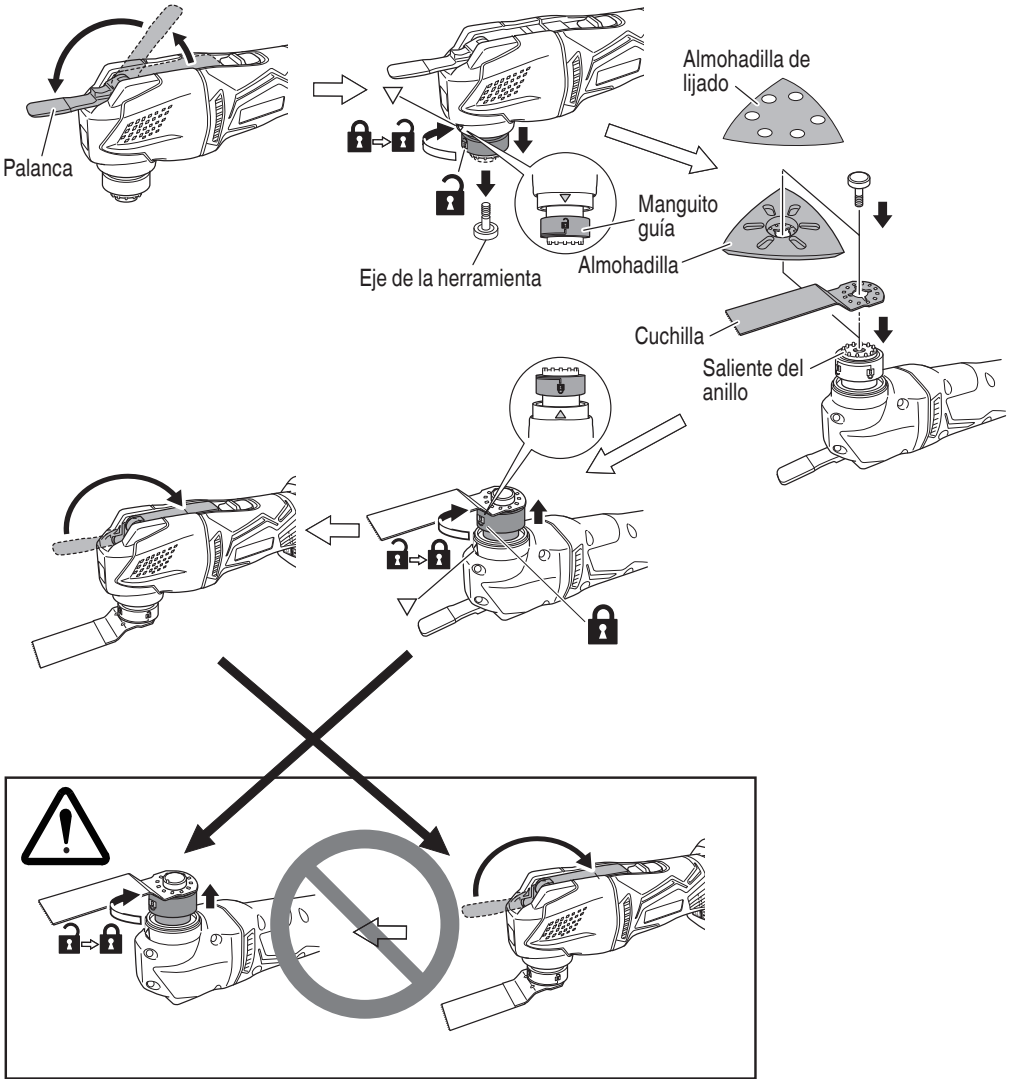

Fig. 7
5. Cambio de herramientas de aplicación (Fig. 7)